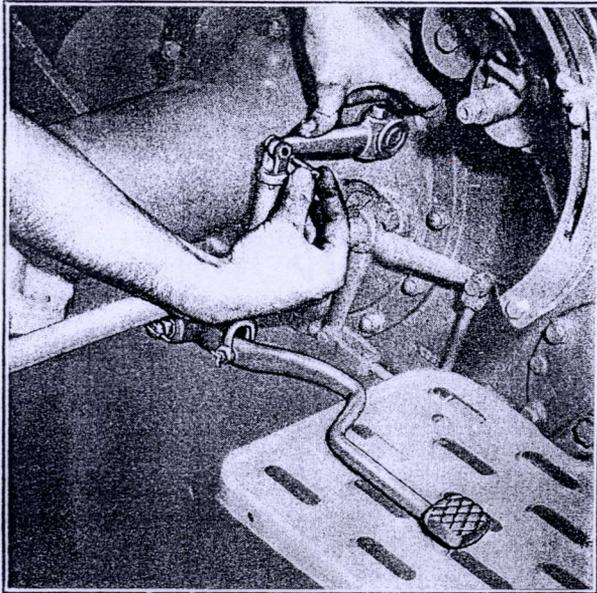

Fig. 4
4. Laisser la pédale reposer sur le repose-pied en s'assurant qu'elle ne porte pas de terre à sa face intérieure. Appuyer sur le levier de commande jusqu'à ce que l'accouplement soit engagé à fond, puis sans comprimer le ressort de la tringle de commande, desserrer le contre-écrou et régler la longueur de la tringle jusqu'au moment précis où il est possible d'introduire l'axe de chape pour raccorder la chape sur le levier (fig. 4).